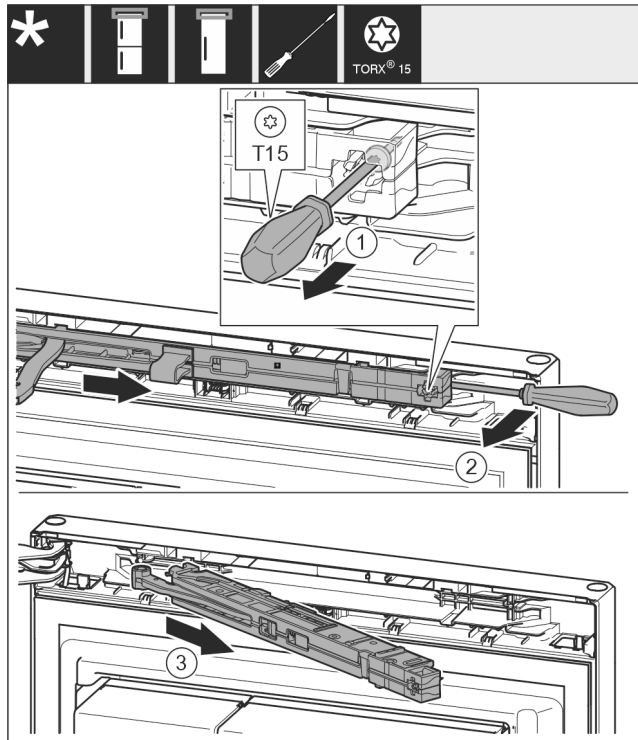

Fig. 11
- ▶ Skrutku Fig. 11 (1) na jednotke tlmiča uzatvárania uvoľnite skrutkovačom 14 mm.
- ▶ Vypáčte jednotku tlmiča uzatvárania Fig. 11 (2) na strane rukoväti dopredu pomocou skrutkovača.
- ▶ Vytiahnite jednotku tlmiča uzatvárania Fig. 11 (3).